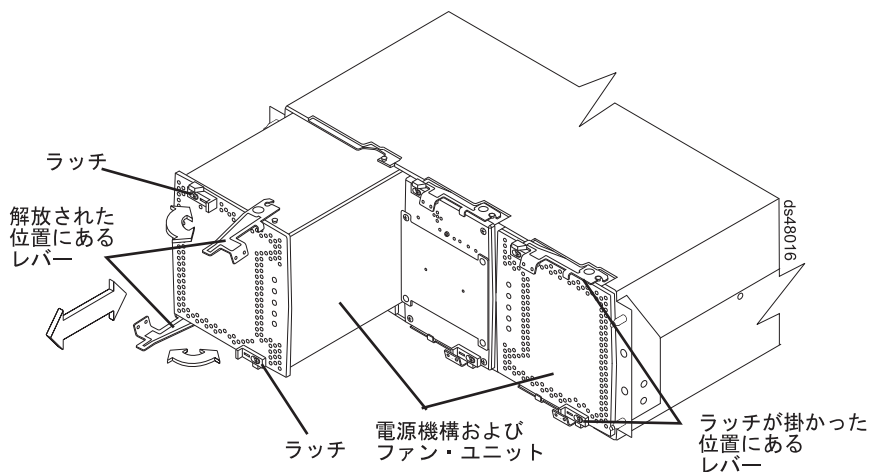

図 94. DS4800 からの電源機構およびファン・ユニットの取り外し
9. 障害を起こした電源機構およびファン・ユニットの上部および下部のレバーのラッチを外します。両方のレバーを同時に外に回転させ、障害を起こした電源機構およびファン・ユニットを取り外します。(図 94 に、ストレージ・サブシステム・シャーシからスライドする電源機構およびファン・ユニットを示します。)